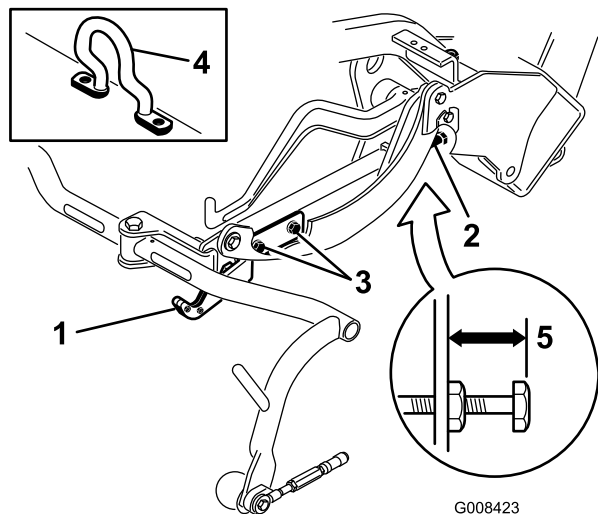
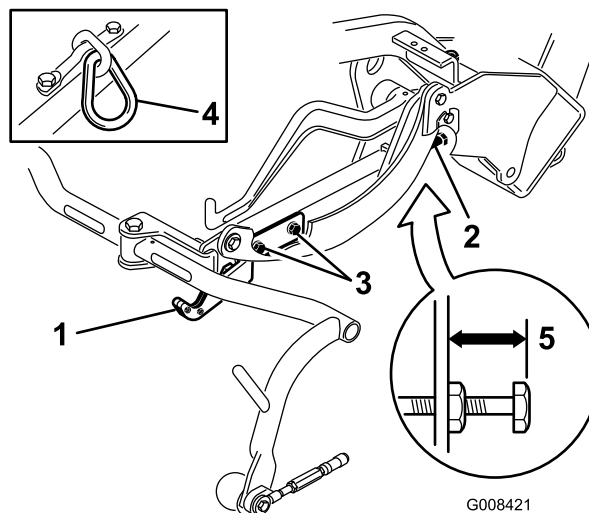
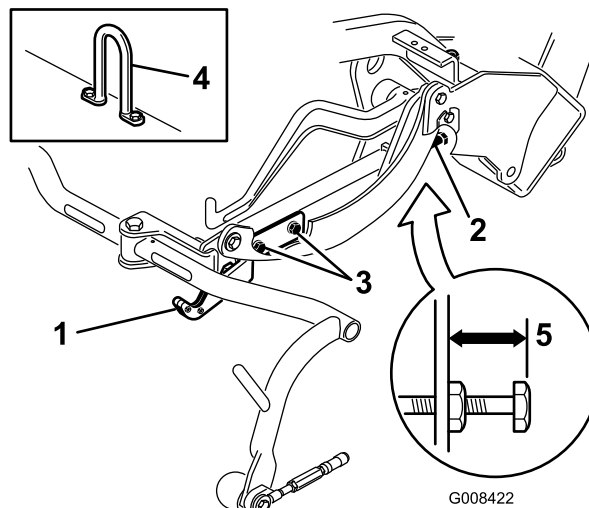

図 12
図 13
図 14
移動走行時の高さ（図 13 と 図 14）を点検し、必要に応じて調整します。
2. オフセット吊り下げフック（図 12、挿入図）のついているカッティングユニットでは、キャリアフレーム調整ねじの上端からキャリアフレームの背面までの距離が 25 mm になっていることを確認する。距離が 25 mm でない場合には手順 4 へ進む。
3. チェーンリンクまたはストレート吊り下げフック（図 13 と 図 14、挿入図）のついているカッティングユニットでは、キャリアフレーム調整ねじの上端からキャリアフレームの背面までの距離が 22 mm になっていることを確認する。距離が 22 mm でない場合には手順 4 へ進む。オフセットリフト・リンク（図 12）のついているカッティングユニットの場合は、次のステップに進む。
4. 移動走行プレート取り付けねじをゆるめる（図 13 と 図 14 と 図 12）。
7. キャリアフレームの高さが同じでない場合には、キャリアフレーム調整ねじについているジャムナットをゆるめる（図 12と図 13と図 14）。高くするにはねじを外方向にまわし、低くするには内方向にまわす。調整ができた後ジャムナットを締めて調整を固定する。